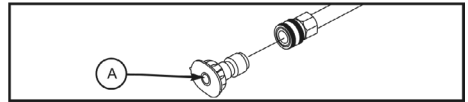

Fig. 36
- d. Use uma agulha para liberar qualquer material estranho que obstrua ou restrinja o bico de pulverização (Fig. 36 A).